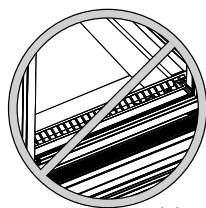

Abb. 25
- Die Waren nicht die Zirkulation der Kaltluft beeinträchtigen ("Abb. 25").